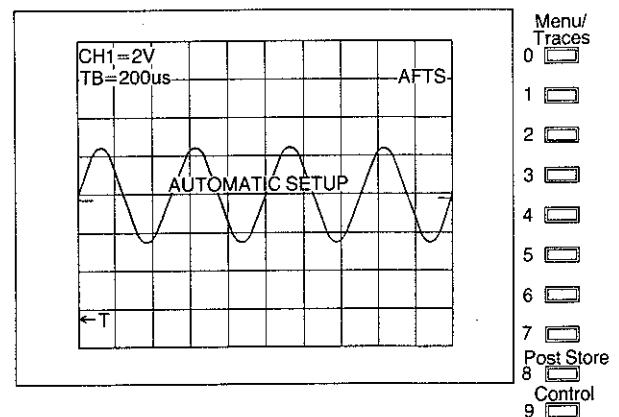

Abbildung 1.4.1 Eine Darstellung mit AUTO SETUP
Um ein Eingangssignal darzustellen, muß es entweder an der Buchse **CH1** (9) oder **CH2** (12) angeschlossen und auf die Taste **AUTO SETUP** gedrückt werden. Angenommen Sie haben ein kontinuierliches Signal, z.B. ein Sinussignal mit 2 kHz und einer Amplitude von 5 V Spitze-Spitze angelegt, so wird es fast sofort auf dem Bildschirm dargestellt. Ein Beispiel ist in Abbildung 1.4.1 gezeigt.